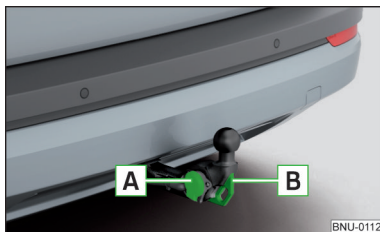

Fig. 299
- ▶ desfaceți capacul de protecție al prizei și introduceți fișa remorcii (accesoriilor) în priza cu 13 pini **A** » fig. 299. (În cazul în care remorca/accesoriile dispun de o fișă cu 7 pini, puteți folosi un adaptor din gama de accesorii originale ŠKODA).